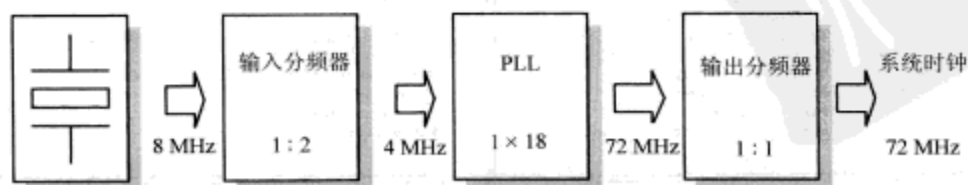

图 7-3 主振荡器时钟链
因此，当使用 Explorer 16 板或者 PIC32 Starter Kit 时，为了遵守第一条规则，就需要将输入时钟频率由 8MHz 降低为 4MHz。从图 7-1 中的框图或者图 7-3 中的简化图可以看出输入分频器是如何轻松地实现第一次降频的。
作为另一种优化应用系统的性能和功耗的方法, PIC32 为所有外围设备都提供了独立的时钟信号。通过将系统时钟发送至另一个分频电路 (由图 7-3 所示的模块链进一步扩展), 就能产生外围设备总线 (PB) 时钟信号。高速处理器通常需要在定时器前使用大分频系数以获得所需的定时时间, 另外, 串行端口也需要使用大波特率分频器 (通常遇到的是这种情况)。幸亏有外围设备总线分频器, 当处理器自由地运行在最高速度时, 还可以减小外围设备总线消耗的能量。